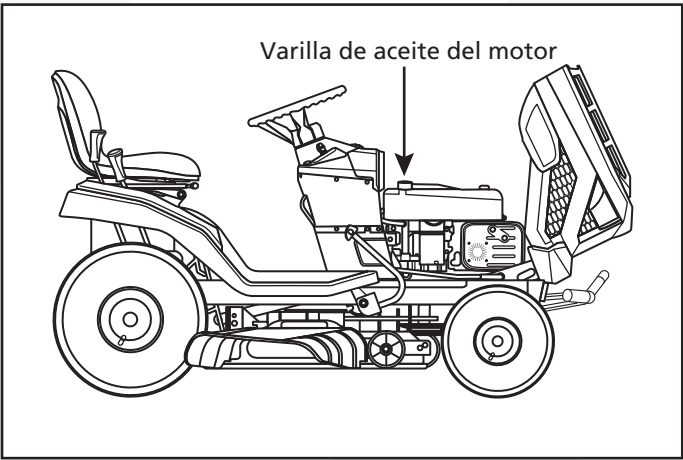
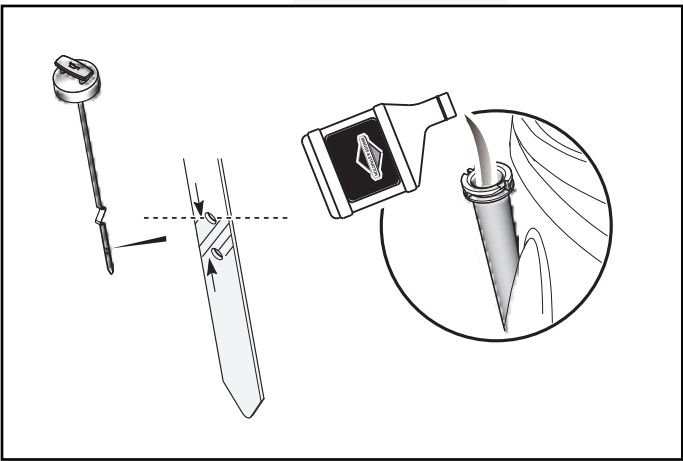

Fig. 13
Fig. 14
- Retire la varilla de medición (Fig. 13 y Fig. 14). Limpie los restos de aceite de la varilla.
- Si el nivel de aceite es BAJO, añada aceite en el tubo de llenado de aceite. (Fig. 14)